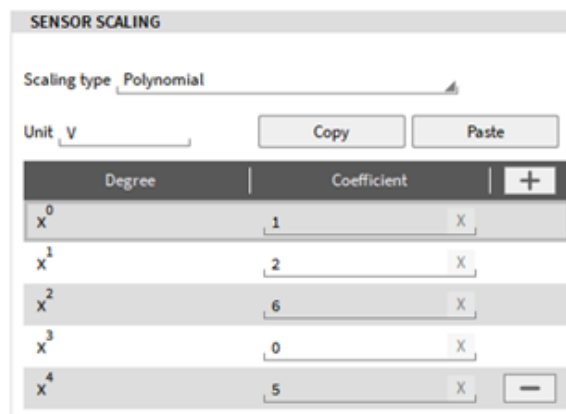

Abb. 7.42: Polynom-Skalierung
- Zudem kann eine Polynom-Skalierung auch aus einer anderen Quelle, wie z.B. Excel kopiert und mit *STRG+V* oder dem *Paste*-Button eingefügt werden. Dabei muss jeder Grad angeführt werden, damit das Polynom richtig definiert wird. In Abb. 7.42 und Abb. 7.43 wird folgendes Polynom dargestellt: